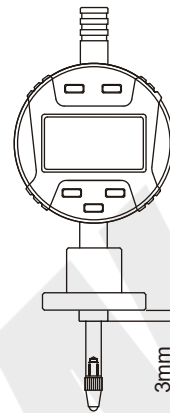

fig. 1
- Lorsque l'indicateur numérique est installé avec la base en acier inoxydable, ajustez la position de manière à ce que le manchon de l'indicateur numérique dépasse d'environ 3 mm (fig. 1) ; lors de la mesure, maintenez le manchon en mouvement le long du bord de la rainure intérieure en granit.